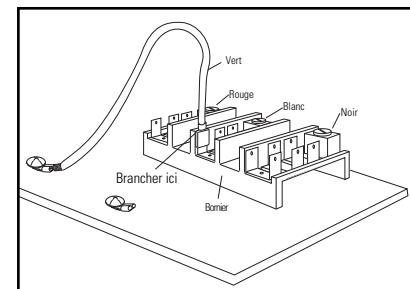

Fig. 16 Plaque à bornes RDU
- Branchez le cavalier vert à la borne ouverte sur la partie neutre (blanche) de la borne (Fig. 16).